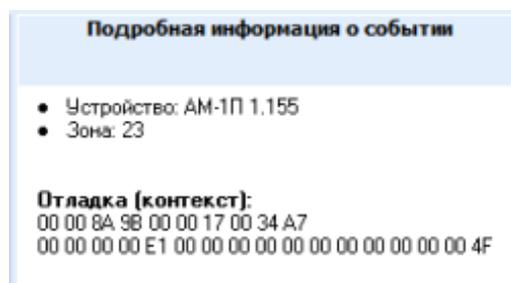

Рис. 16 Окно Подробная информация о событии
5. Окно Подробная информация о событии. В этом окне отображается подробная информация о записи журнала событий, на которой находится курсор (Рис.16).